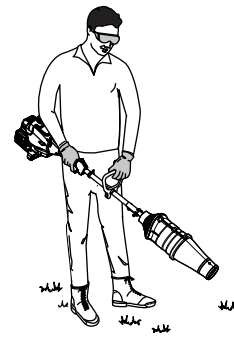

Fig. 6
- Tenez-vous droit dans la position d'utilisation (Fig. 6).